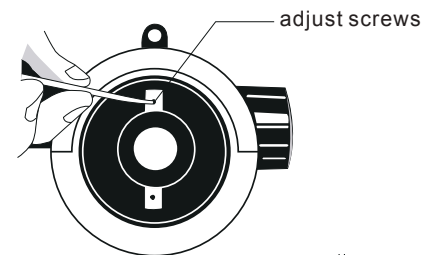

Fig.13
- (2) Déplacez l'instrument à 2 mètres de A, en lisant a2, b2 (Figure 13)
- (3) Calculez $b2' = a2 - (a1 - b1)$. Si $b2' = b2$, cela signifie que la ligne de visée ne nécessite pas de correction.
- (4) Si $b2' \neq b2$, cela indique qu'une correction est nécessaire.
- (5) Pointez le viseur optique sur le travailleur B, dévissez le capuchon de l'oculaire et réglez la vis cruciforme de façon à ce que les cheveux du milieu donnent la lecture désirée $b2'$.
- (6) Répétez les étapes ci-dessus jusqu'à ce que $|b2' - b2| < 3\text{mm}$.